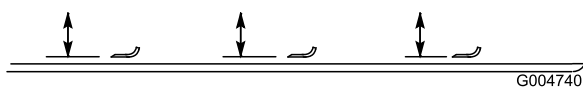

Figura 90
2. Girate la lama fino a disporla in parallelo con la lunghezza della macchina (Figura 90). Misurate la distanza tra l'interno dell'apparato di taglio e il tagliente sulla parte anteriore della lama. Ricordate questa misura.